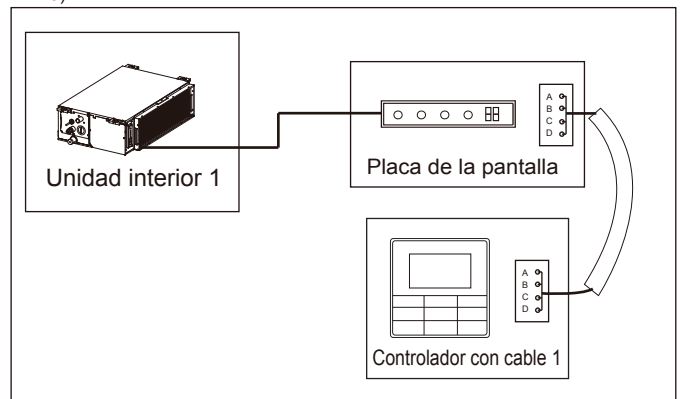

Figura 7.9
- Utilice 1 controlador con cable para controlar 1 unidad interior (véase figura 7.9).